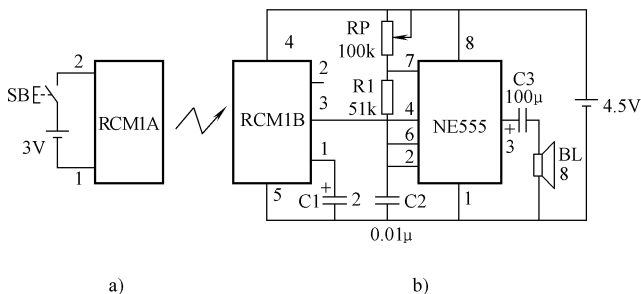

图 6-15 老年人走失报警电路
电路如图 6-15 所示。由组件 RCM1A 和 RCM1B 等元器件组成多谐振荡器，当老人出走未超过一定距离，接收器输出端③脚输出低电平，由 NE555 时基集成电路等组成的多谐振荡器因其复位端④为低电平，电路不起振。扬声器不发声。